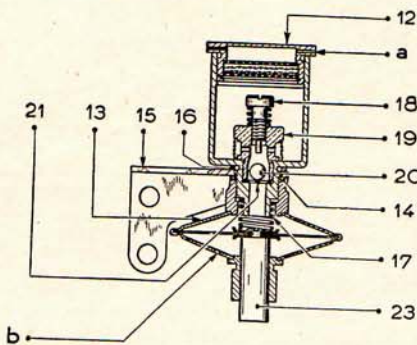

Fig. 4. — Vue en coupe du frein de ralenti (AZ).
- Déposer le bouchon (12) (figure 4), vider l'appareil de l'huile qu'il contient.
- Désaccoupler la capsule (13), dégager le joint (14), le support (15), le joint (16). Dégager le ressort (17).
- Déposer la vis de réglage (18) et le corps de valve (19), dégager la bille (20) et la grille (21).
- Accélérer franchement, lâcher l'accélérateur, relever le temps compris entre le moment où la vis (22) de réglage de vitesse entre en contact avec le poussoir (23), et celui où le poussoir arrive en butée à sa position la plus haute. Ce temps doit être compris entre 2 et 2,5 secondes, sinon, déposer le bouchon (12) (figure 4) du frein de ralenti, et agir sur la vis de réglage (18) (le temps diminue en vissant la vis). Reposer le bouchon sur la cuve.